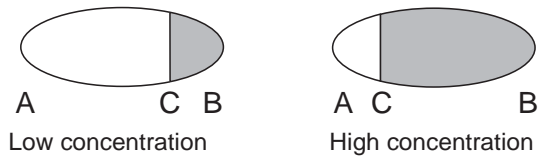

Figura 10.2 Imagens ópticas
O índice de refração n_D muda com a concentração e a temperatura da solução de processo. Na maioria das soluções, o índice de refração aumenta quando a concentração aumenta. Em temperaturas mais elevadas o índice de refração é menor do que em temperaturas mais baixas. Daí decorre que a imagem óptica muda com a concentração da solução de processo como mostrado na Figura 10.2. A cor da solução, bolhas de gás ou partículas não dissolvidas não afetam a posição da borda da sombra (C).